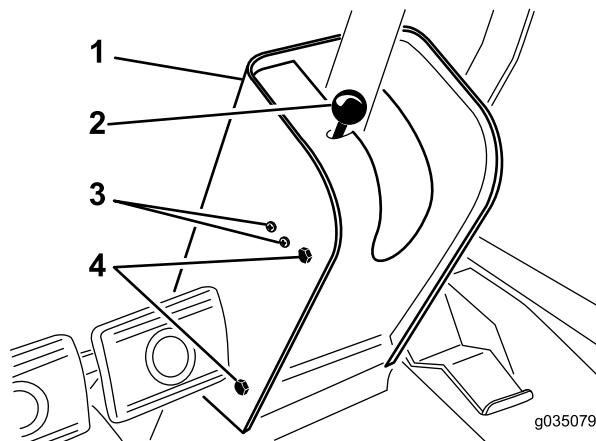

Figura 75
2. Retire el pomo de la varilla del freno de estacionamiento y retire los tornillos de la cubierta de la columna de dirección (Figura 75).
4. Afloje los tornillos y las tuercas que sujetan el interruptor del freno de estacionamiento al lado izquierdo de la columna de dirección (Figura 75).